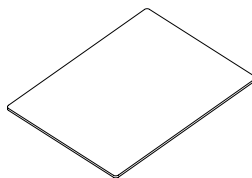

Рисунок 26
- Пользователю запрещается вмешиваться в защитное стекло филамента. Эта деталь критически важна для безопасной работы устройства, и все необходимые операции должны выполняться только авторизованным сервисным центром (см. Рисунок 26). - Попытки пользователя снять, настроить или каким-либо образом воздействовать на защитное стекло филамента могут привести к повреждению устройства и возникновению рисков для безопасности. - Количество защитных стекол для филамента зависит от модели устройства.